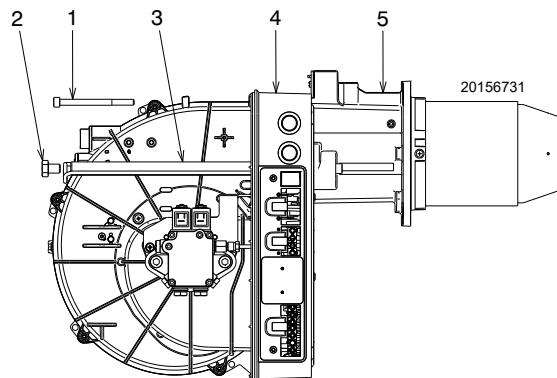

Fig. 13
- Rimontare, quindi, il bruciatore 4) sulle guide 3) e farlo scorrere fino alla flangia 5), tenendolo leggermente sollevato per evitare che il gruppo stabilizzatore fiamma prema contro le alette di guida 6) del boccaffio (Fig. 13).
- Serrare le viti 2) sulle guide 3) e la vite 1) che fissa il bruciatore alla flangia (Fig. 13).